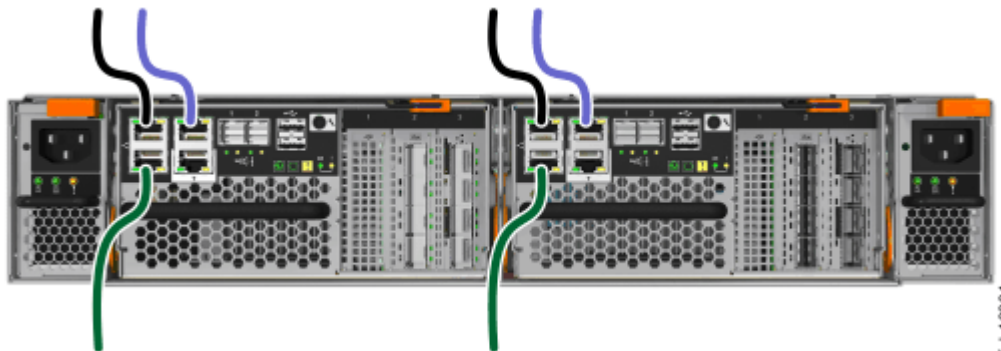

Figura 6. Conectando os Cabos Ethernet
1. Conecte a porta Ethernet 1 de cada caixa do nó no sistema para a rede IP que fornecerá a conexão com interfaces de gerenciamento de sistemas, conforme mostrado na Figura 6 na página 18.
2. Opcionalmente, conecte a porta Ethernet 2 de cada caixa do nó no sistema para uma rede IP segundo que fornecerá uma conexão redundante às interfaces de gerenciamento de sistemas, conforme mostrado pela conexão de cabo no Figura 6 na página 18.